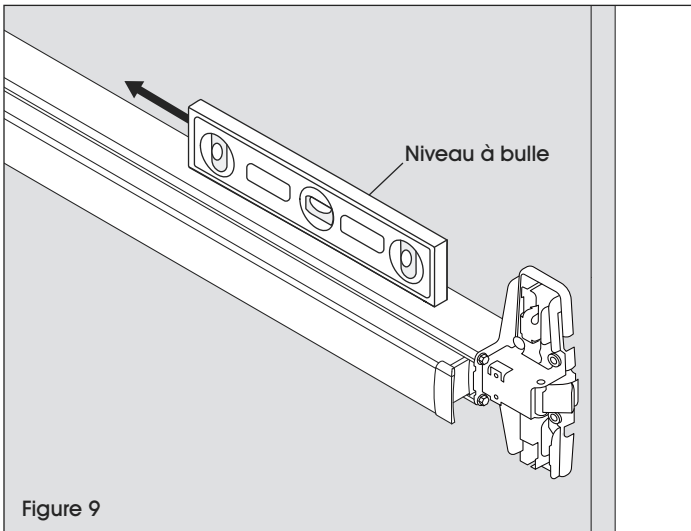

Figure 9
10. Vérifiez avec un niveau à bulle que le dispositif de sortie est bien à niveau après avoir installé les quatre vis dans le coffre central. (Voir Figure 9)